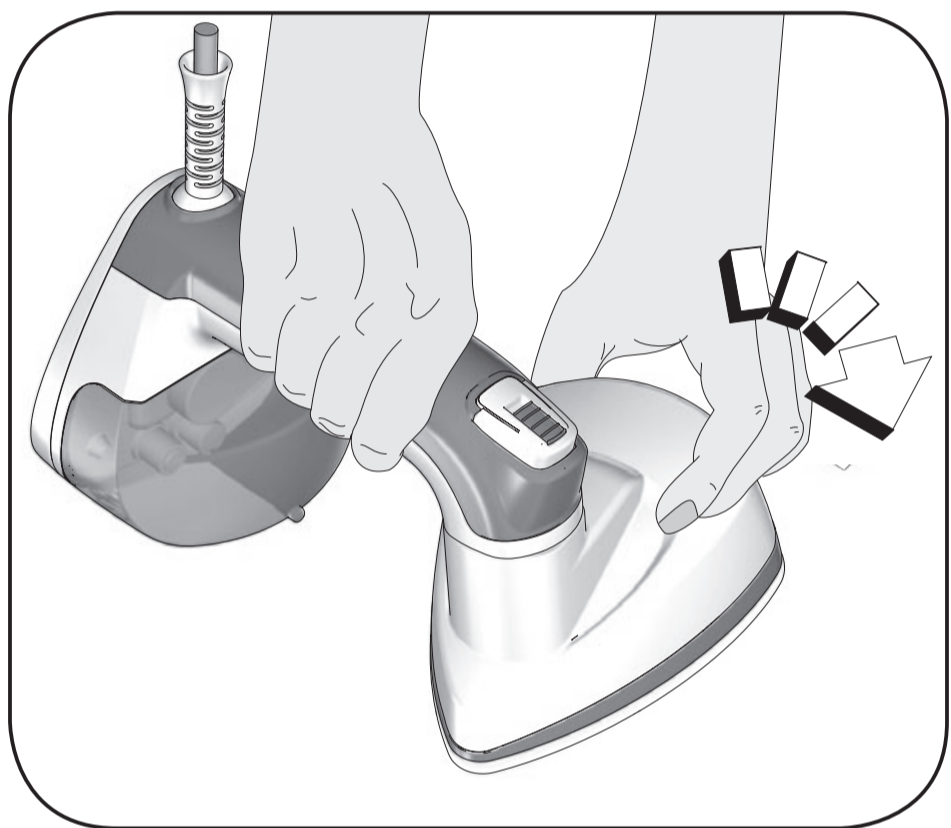

Fig. 2
4. Gire la suela utilizando la empuñadura. Coloque la suela en el modo de planchado vertical (Fig. 2).
2. Gire la suela utilizando la empuñadura. Coloque la suela en el modo de planchado vertical (Fig. 2).